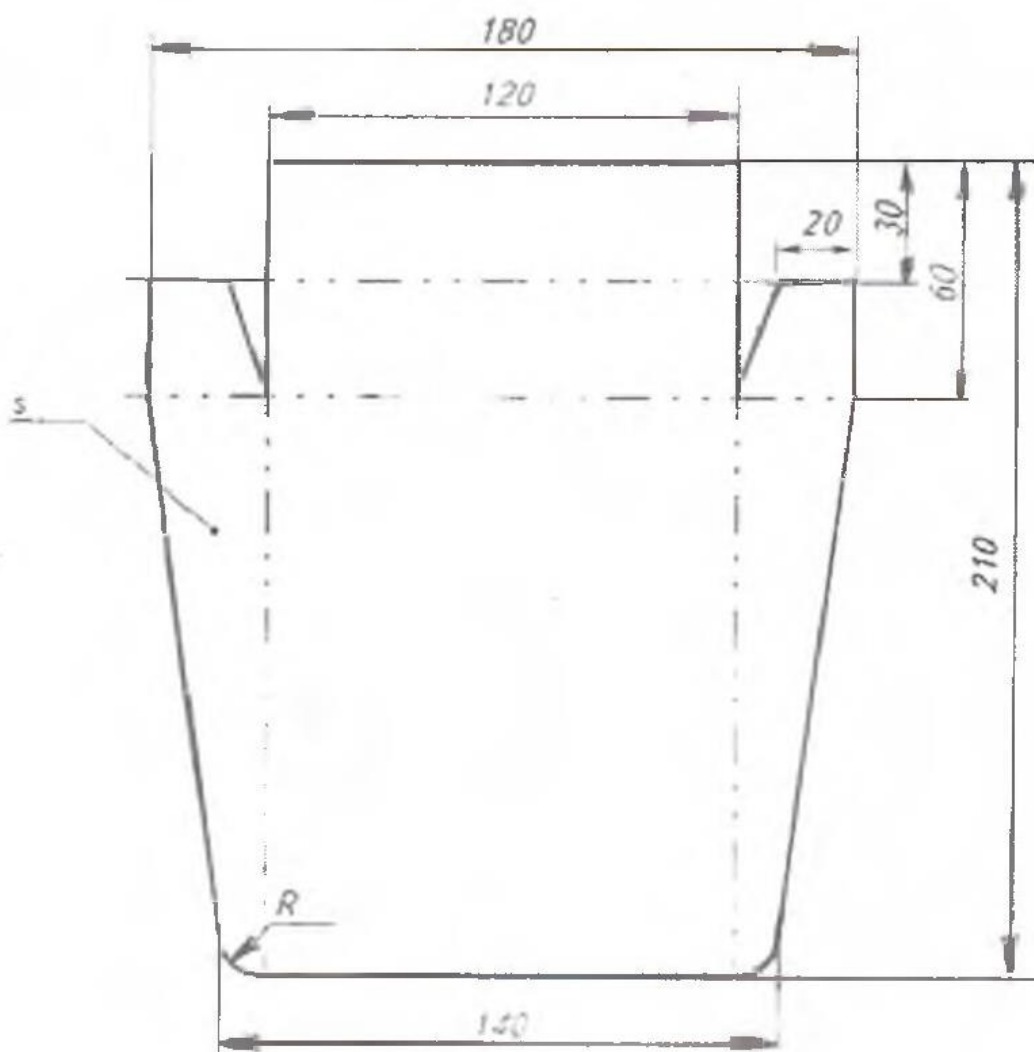

Рис. 1. Корпус совка
1. Изготовьте корпус совка для подбора мусора, из прямоугольной заготовки размером 210x180 мм., в соответствии с чертежом (рис. 1.). Величину радиуса скругления R выберете самостоятельно. Материал изготовления – Ст 3. S – 0,7-0,8 мм. Предельные отклонения размеров готового изделия: ± 1 мм.